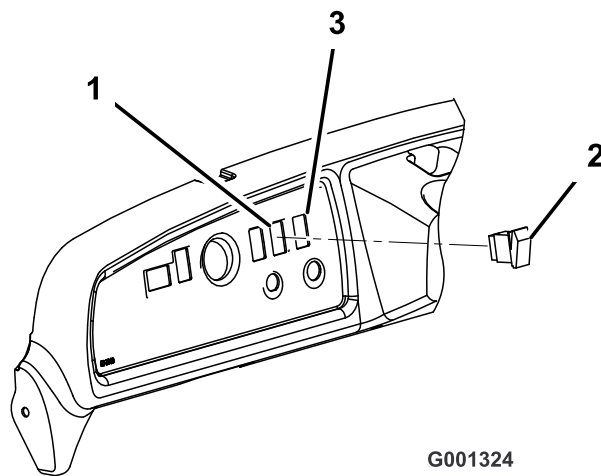

図 9
8. ダッシュボード上の打ち抜きプラグ(ステアリングタワーよりも右側、キースイッチの上面にあるもの)を打ち抜いて外す(図 9)。
- 上側パドルが 12 時位置になるようにして、荷台昇降スイッチをダッシュボードの穴に取り付ける (図 9)。